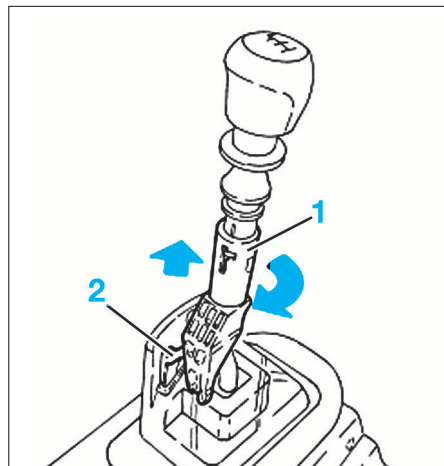

FIG. 18
- Soulever l'inhibiteur (1) en le tournant de 90° dans le sens des aiguilles d'une montre et l'abaisser jusqu'à le bloquer dans son logement (2) (Fig.18).